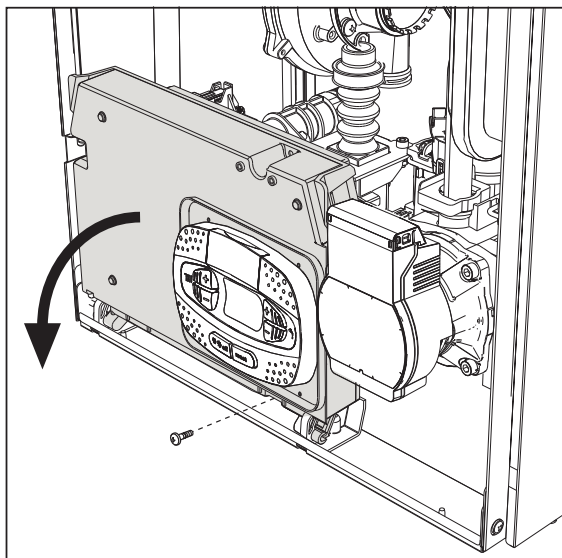
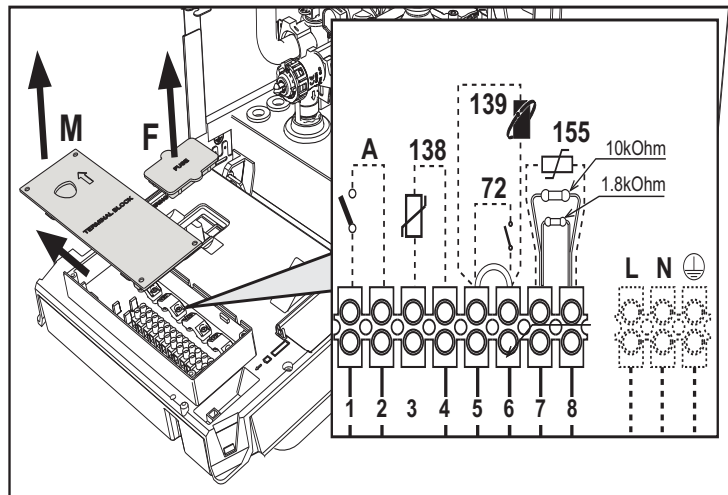

fig. 20
fig. 21
După ce ați scos panoul frontal ( \*\*\* 'Deschiderea panoului frontal' on page 133 \*\*\* ) veți putea avea acces la panoul de borne (M) și la siguranța (F) urmând indicațiile descrise în continuare (fig. 20 și fig. 21). **Bornele indicate în fig. 21 trebuie să aibă contactele curate (nu 230 V).** Dispunerea bornelor pentru diferitele conexiuni este indicată și în diagrama electrică din fig. 58.